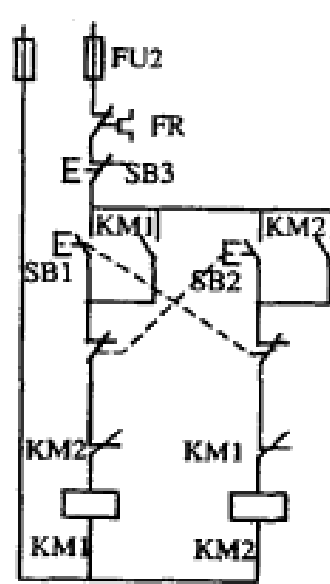

图3
2.3.1 特点 如图3,它综合运用了上述两种联锁控制电路,控制线路较复杂但兼有二者的优点,其操作方便,工作安全可靠。工作原理如下。